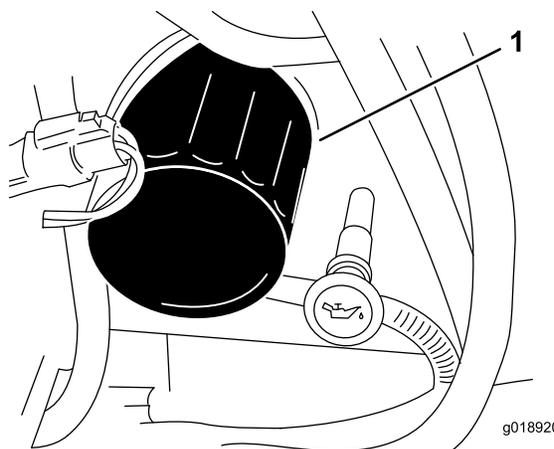

Figure 31
- Enlevez le filtre à huile usagé (Figure 31) et essuyez la surface du joint sur la tête du filtre.